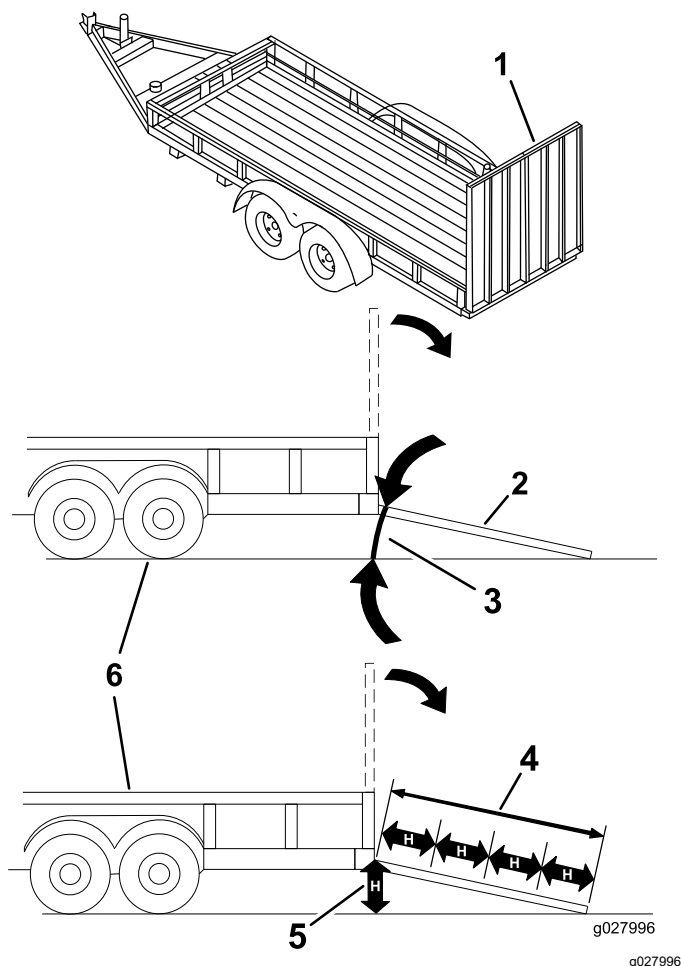

Figura 32
Quando si carica la macchina su un trailer o un autocarro si aumenta il rischio di ribaltamento, che può causare gravi ferite ed anche la morte (Figura 32).
3. Abbassate la rampa, assicurandovi che l'angolazione tra la rampa e il terreno non superi 15 gradi (Figura 32).
1. Abbassate la rampa, assicurandovi che l'angolazione tra la rampa e il terreno non superi 15 gradi (Figura 32).